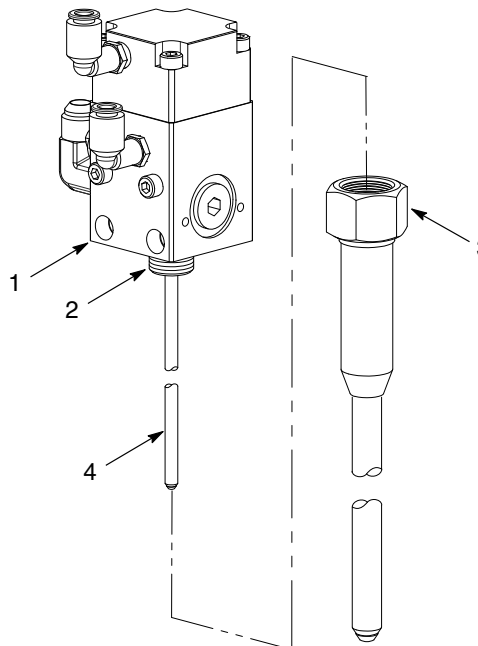

Figura 7 Limpeza de um bico bloqueado
4. Consulte a figura 7. Efectue o seguinte:
- a. Remova cuidadosamente o bico (3) da válvula de distribuição (1).
- b. Limpe o bico (3) e as roscas da válvula de distribuição (2) com um solvente compatível.
- c. Limpe a haste do êmbolo (4) em válvulas de distribuição com fecho por mola e com bico se 205 mm usando um solvente compatível.